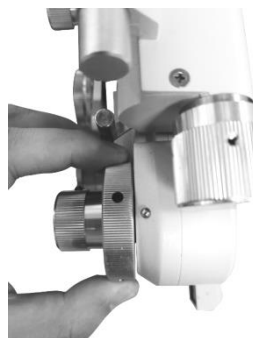

Fig.12
Pentru a obține rapid setarea necesară a dioptriilor, utilizați butonul de putere sferic puternic ②②, apoi valoarea S crește sau scade progresiv în trepte dioptrii 3.00D (Fig.12).